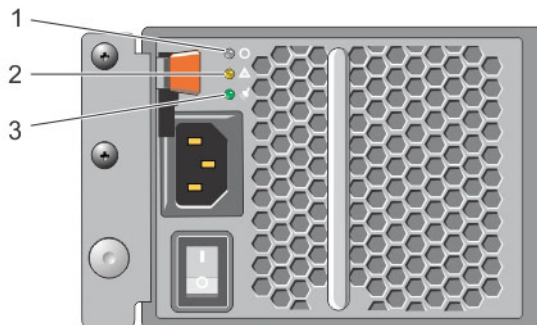

Ilustración 8. LED e interruptor de alimentación de CA
1. Encuentre el interruptor de alimentación ubicado debajo del enchufe de alimentación. Consulte la Ilustración 8.